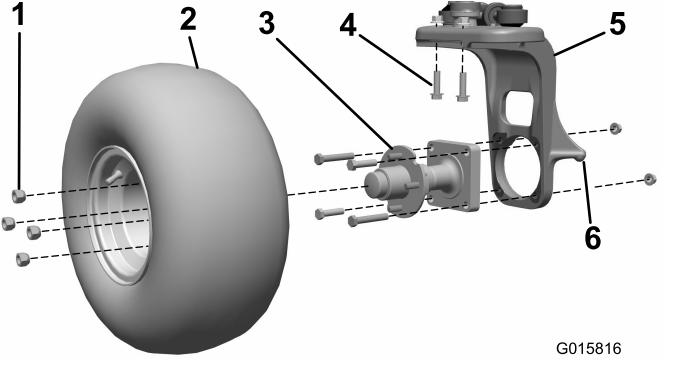

Figure 1
1. Élevez la machine au niveau du point de levage de la fourche pivotante (Figure 1).
2. Déposez la roue du moyeu. Conservez soigneusement les écrous de roues (Figure 1).
3. Retirez les 4 boulons et les 2 écrous qui fixent le moyeu de roue sur la fourche pivotante (Figure 1). Mettez toutes les pièces au rebut.
4. Retirez les 2 boulons et les 2 écrous qui fixent le pivot de direction vertical à la roue pivotante (Figure 1). Mettez ces pièces au rebut.